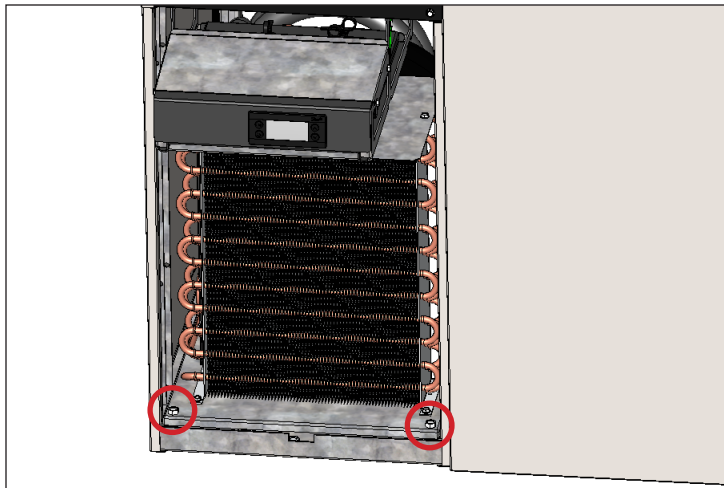

Fig. 4. Retirez les boulons du socle du condenseur.
6. Retirez les boulons du socle du condensateur. Voir fig. 4.